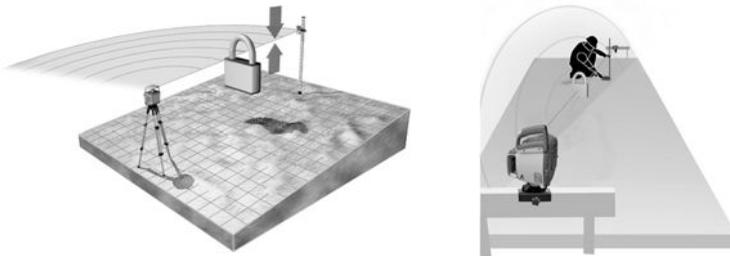

Bild 29 PlaneLok horizontal und vertikal
- 1.) Stellen Sie den Laser über dem ersten Referenzpunkt auf (siehe Abb. 29).
- 2.) Befestigen Sie den HL760 / CR700 Empfänger an einer Stange. Platzieren Sie die Stange neben dem Laser und stellen Sie die Höhe des Empfängers neben dem Laser ein, bis der Laserempfänger auf der Ebene liegt. Jetzt hat die waagerechte Position des Empfängers die gleiche Höhe wie der Laserstrahl (siehe Abb. 29).
- 3.) Ohne die Höhe des Empfängers auf der Stange zu verändern, positionieren Sie die Stange am zweiten Referenzpunkt, der von der Vorderseite des Empfängers zum Laser zeigt (siehe Abb. 29).